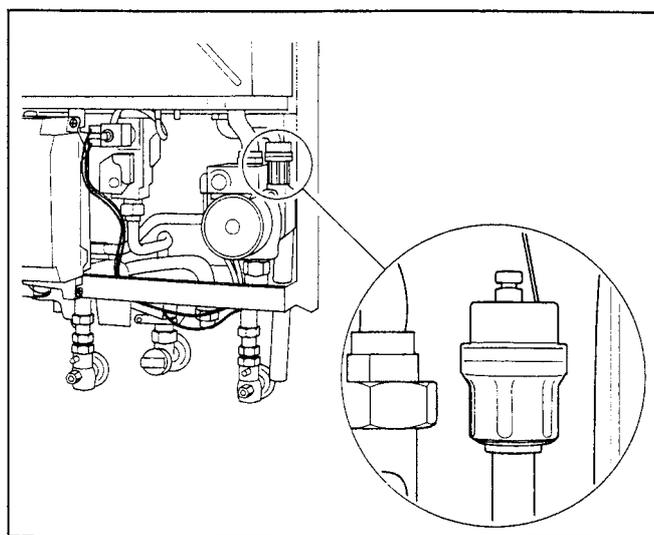

Fig. 16
- disaeratore automatico (Fig. 16);
- b) Mantenere la valvola di sfogo aria automatica con il tappo aperto di due giri. (Fig. 16)